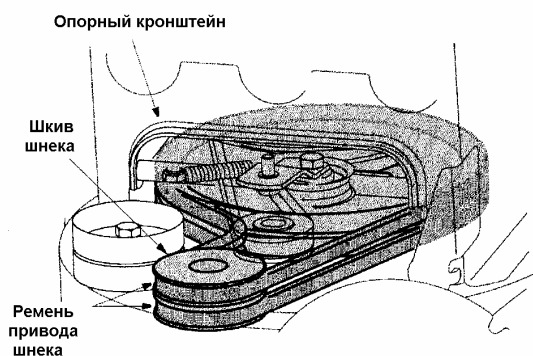

Рис. 19
6. Стяните передний и задний приводные ремни шнека со шкива (см. рис. 19).
9. Приподнимите приводной ремень шнека, а затем стащите его со шкива. Повторите это действие с передним приводным ремнем шнека (см. рис. 19)